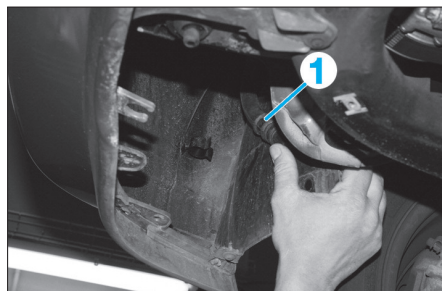

FIG. 1
Pour faciliter la dépose de la boîte à air, dégrafer sa durit de mise à l'air libre (1) par le passage de roue droit (Fig.1).